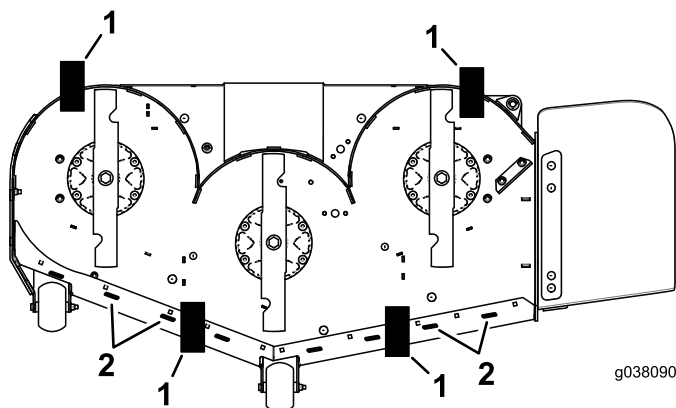

**Figura 83**
10. Slăbiți încet urubul de reglare al arcului de asistare pentru ridicare, până când putei îndepărta urubul (Figura 83).